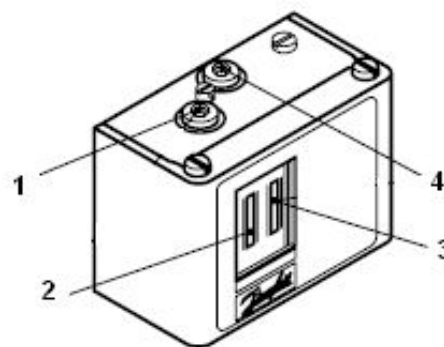

Рис.4
- вращением винта (1) рис.4 по шкале настройки 2 установить величину давления $H_{рд}$ в бар.
- вращением винта (4) рис.4 по шкале настройки 3 установить величину дифференциала 0,05 бар.